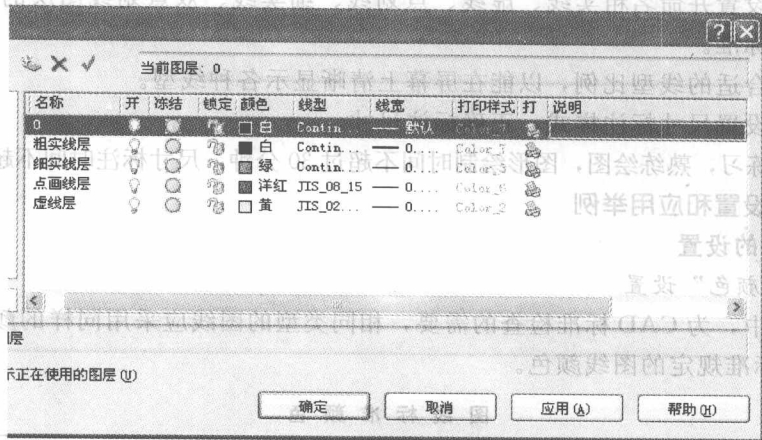

图 2-2 按线型设置图层
(1) 按线型设置图层。如果图纸较简单，可以采用如图 2-2 所示的样式设置图层，